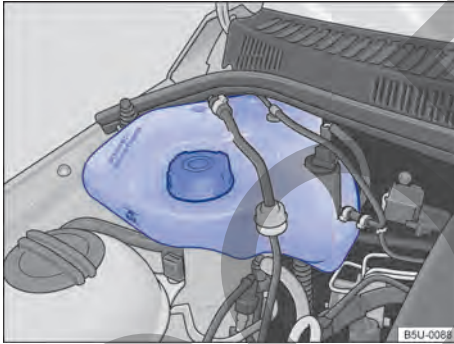

Fig. 174 En el compartimento del motor: depósito de gasolina para el sistema de arranque en frío.
El depósito de gasolina del sistema de arranque en frío se encuentra en el compartimento del motor, del lado derecho → fig. 174.
- Nunca sobrepasar la marca “MÁX” indicada en el depósito → fig. 174.